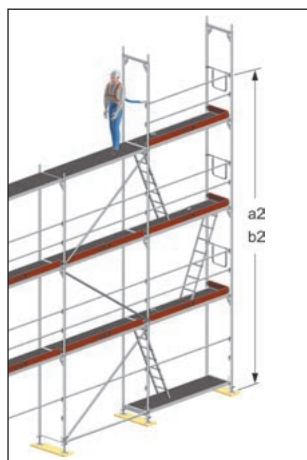

Bild 17: Anschlag auf Geländerholmhöhe
- a2) Anschlag auf Geländerholmhöhe: mindestens 6,75 m (Bild 17) und bei
- b2) Anschlag auf Geländerholmhöhe: mindestens 6,25 m (Bild 17)